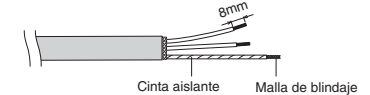

Fig. 5-7
- (3) Retire la cubierta del cable de señal. (Fig. 5-7)